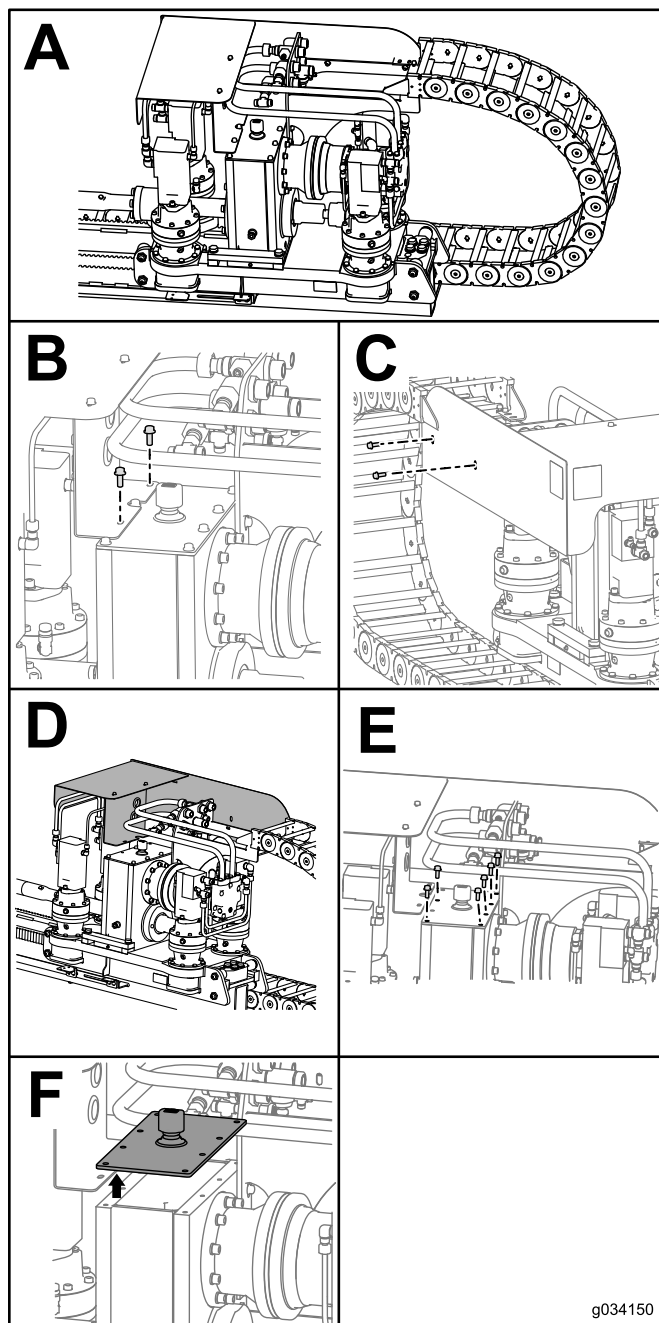

Figure 107
3. Enlevez les 2 boulons et écrous sur le dessus de la protection du chariot (encadré B de la Figure 107).
4. Enlevez les 2 boulons et écrous sur le côté de la protection du chariot (encadré C de la Figure 107).
5. Faites glisser la protection du chariot vers l'avant (encadré D de la Figure 107).
6. Retirez les 6 boulons du réducteur (encadré E de la Figure 107).
7. Retirez le couvercle du réducteur et siphonnez l'huile (encadré F de la Figure 107).
11. Remettez le couvercle sur le réducteur et vissez légèrement les 6 boulons (encadré E de la Figure 107).
12. Remettez la protection du chariot en place et vissez légèrement les 2 boulons (encadré C de la Figure 107).
13. Posez les 2 boulons qui fixent la protection du chariot sur le réducteur (encadré B de la Figure 107).